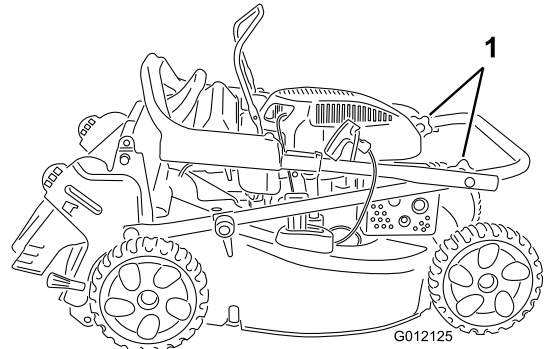

Bild 3
1. Lösen Sie die Handräder des oberen Griffs (Bild 3).
3. Ziehen Sie die Griffhandräder mit der Hand fest (Bild 3).